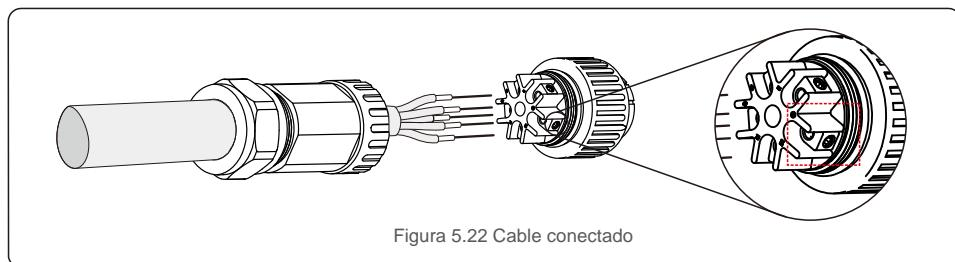

Figura 5.22 Cable conectado
A) Pele el manguito de aislamiento del cable unos 70 mm, de modo que el conector con núcleo de cobre desnudo alcance los 9 mm. Pase el cable a través de la tuerca y el manguito del elemento de enchufe, inserte los terminales correspondientes y apriete con una llave Allen (consulte la figura 5.22). El par es de 1,8-2,0 nm.
Apriete el cable con una llave Allen de 3,0 mm (enfoque en el cuadro de puntos, consulte la figura 5.22). El tornillo Allen se suelta fácilmente, no lo desenrosque por completo.